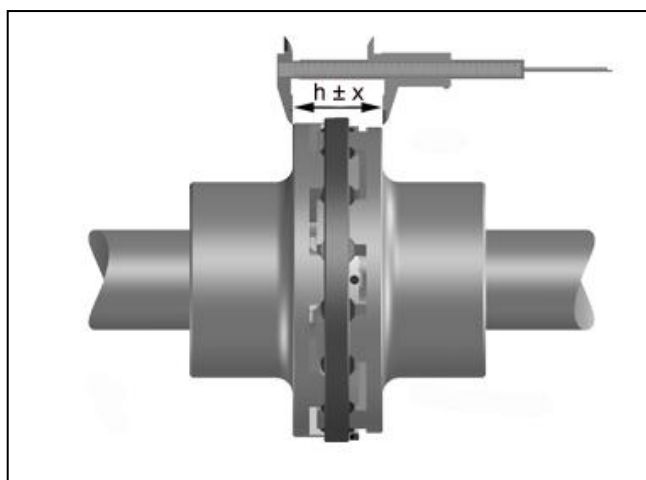

Bild 8
- Messen Sie gemäß Bild 8 den axialen Flanschabstand h .